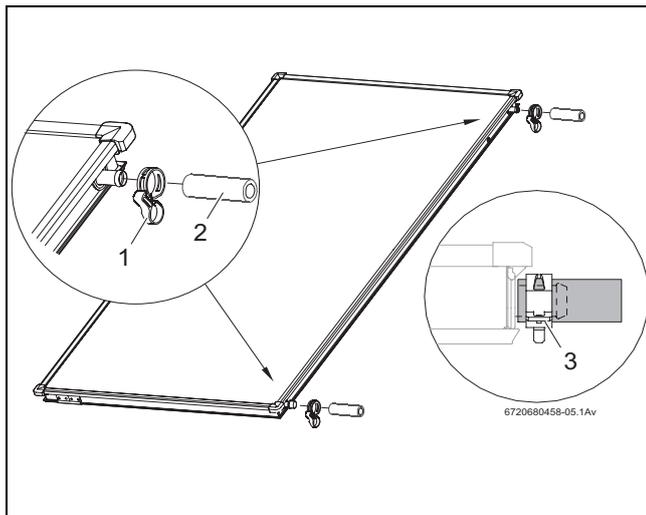

Fig. 34 Premontare il set di raccordo al secondo collettore
- ▶ Inserire i tubi di gomma per solare 95 mm (fig. 34, [2]) sugli attacchi di destra del secondo collettore e di tutti quelli successivi.
- ▶ Far scorrere le fascette stringitubo (fig. 34, [1]) sul tubo di gomma per solare (la seconda fascetta stabilizza successivamente il collegamento dell'altro collettore).
- ▶ Quando la fascetta stringitubo è ben posizionata nella sua sede, tirare l'anello di sicurezza per fissare il collegamento (fig. 34, [3]).